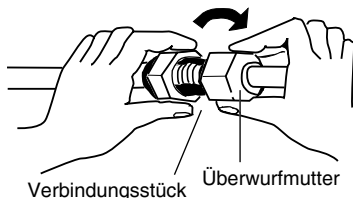

Abb. 7-5
- (3) Um eine korrekte Verbindung zu gewährleisten, müssen Verbindungsleitung und die aufgeweitete Leitung in gerader Richtung zueinander positioniert werden; danach die Überwurfmutter zunächst locker aufschrauben, um eine einwandfreie Verbindung zu erhalten. (Abb. 7-5)